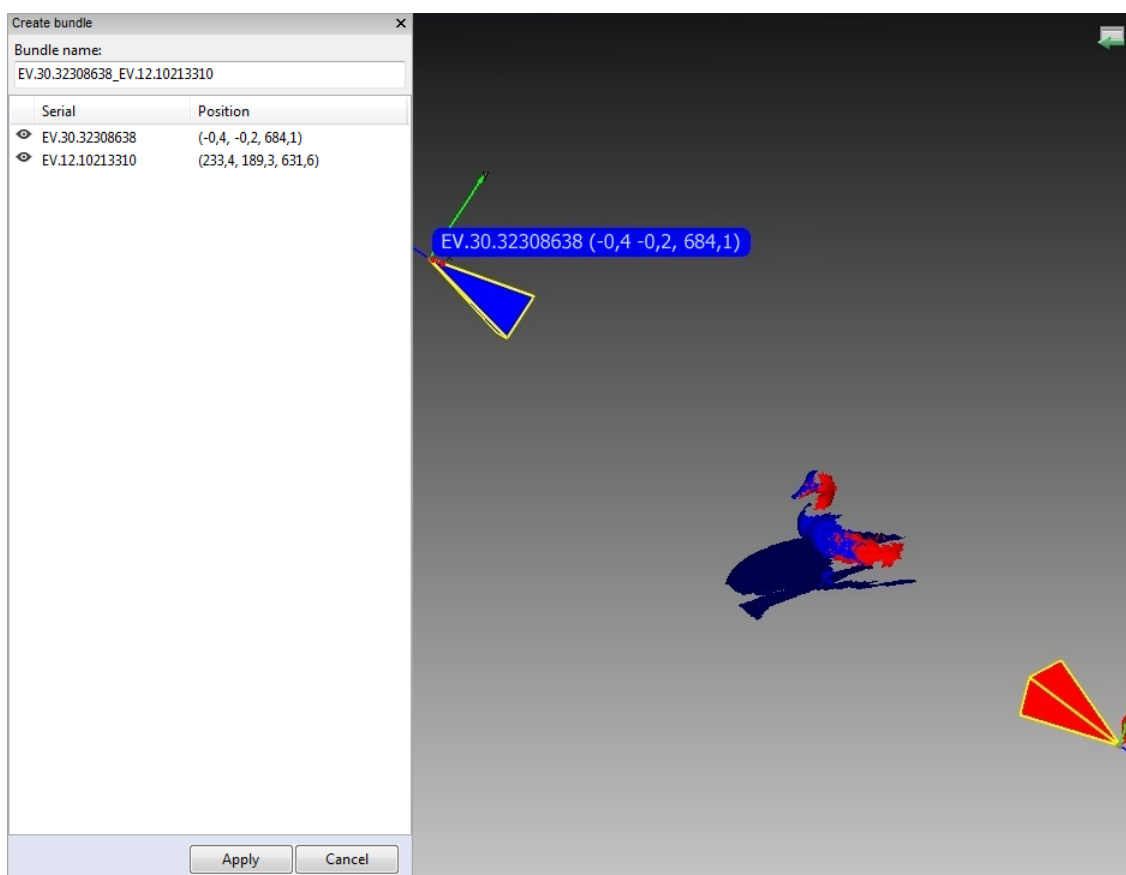

Рис. 9.4: Окно создания бандла
5. Выберите пункт меню *Файл* → *Создать бандл*. В случае если вы забыли предварительно совместить сканы, будет выдано предупреждение. Если все сделано правильно, появится панель создания бандлов (см. *Рис. 9.4*). В окне *3D вида* отобразятся выбранные сканы, положение и направление обзора камер (отображаются пирамидками соответствующих цветов), серийный номер устройства и координаты камеры. На панели показывается список подключенных устройств и соответствующая им информация.